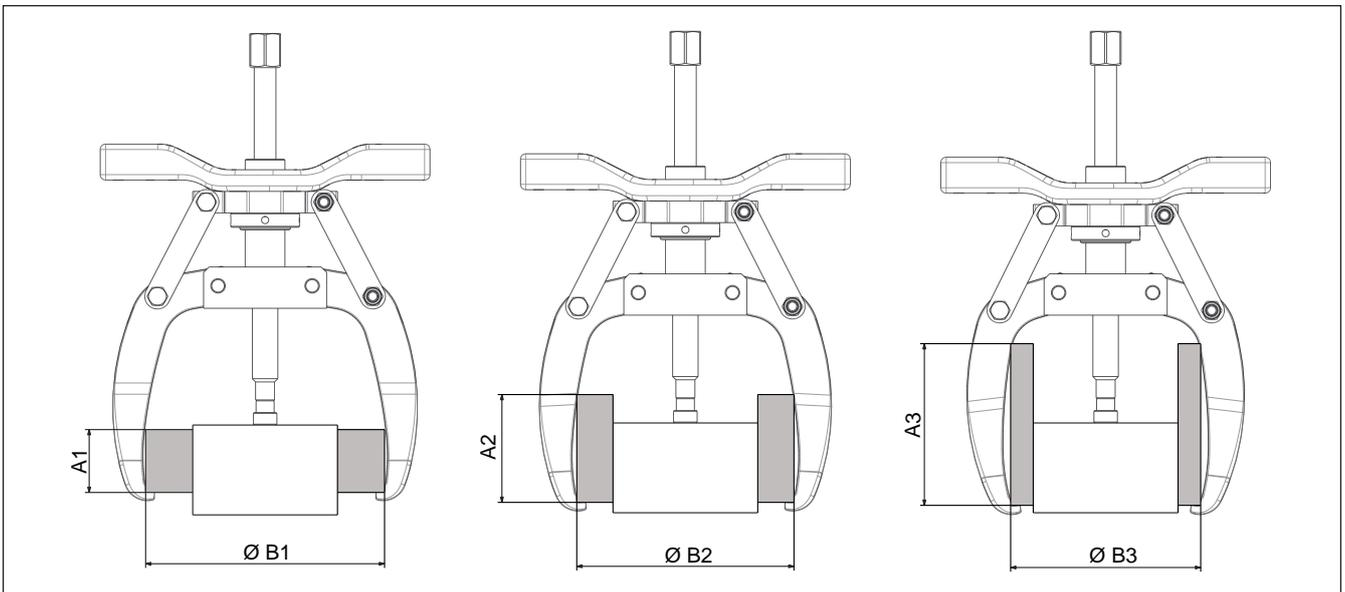

図6: プーラーの最大リーチとスプレッド
- プーラーを作業片に取り付ける際は、図6に記載の最大リーチとスプレッド寸法を参照してください。これらの重要なガイドラインに従うことで、大きな力が加えられた時のジョーとスピンドルの変形量が少なくなります。
NOTICE スピンドルとジョーが作業片に噛み合い、少なくとも図6に示す最低限のリーチとスプレッドになるようにしてください。さらにリーチが必要な場合、スペーサーを使用することができます。手順3の実行中に、ポイントプロテクターと作業片の間に適切なサイズのスペーサーをおいてください。